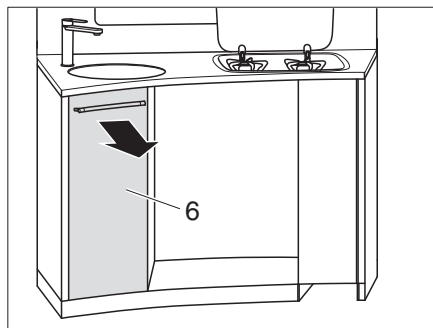

Fig. 113 Retirer le tiroir de cuisine haut
- Retirer le tiroir de cuisine haut (Fig. 113,6).